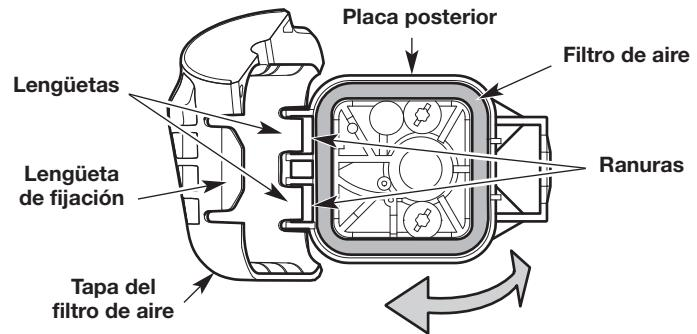

Fig. 10
- Abra la cubierta del filtro de aire: oprima la lengüeta de fijación y gire la cubierta del filtro de aire hacia la izquierda (Fig. 10).
- Extraiga el filtro de aire (Fig. 10).
- Vuelva a instalar el filtro de aire (Fig. 10).
- Cierre la cubierta del filtro de aire: inserte las lengüetas de la cubierta del filtro de aire en las ranuras de la placa posterior. Gire la cubierta del filtro de aire hacia la derecha y oprímala para cerrarla hasta que la lengüeta de fijación calza a presión en su lugar (Fig. 10).